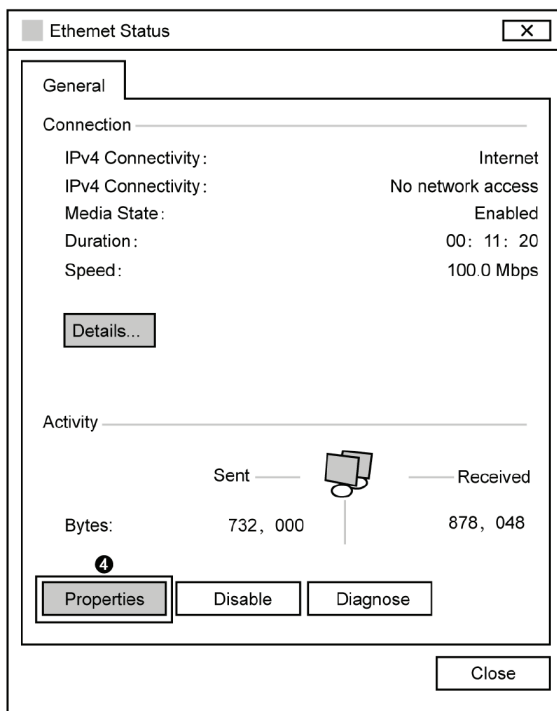

Рис. 9.4 Выбор атрибутов Ethernet
5.левой кнопкой мыши выберите «Свойства» и откройте интерфейс «Свойства Ethernet». См. на рис. 9.4 ниже.